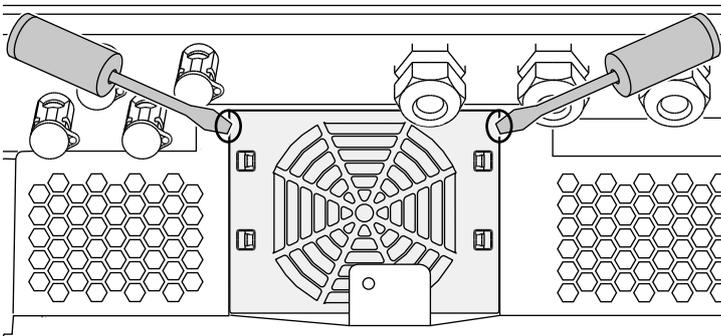

Fig. 62 : démontage de la grille du ventilateur
2. Démontez le ventilateur. Pour cela, insérez un tournevis sur le bord de la grille du ventilateur, puis exercez une légère pression. ➤ **Fig. 62**